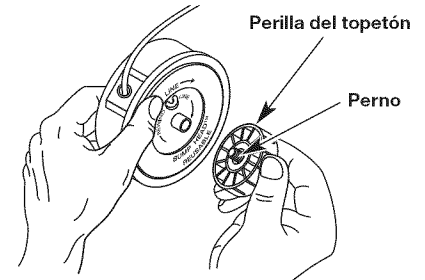

Fig. 14
1. Sostenga la bobina exterior con una mano y desenrosque la perilla del topetón en sentido antihorario (Fig. 14). Inspeccione el perno de adentro de la perilla percuisva para verificar que se mueva con libertad. Cambie la perilla percuisva si está dañada.
- Sostenga la bobina exterior con una mano y desenrosque la perilla percusiva en sentido antihorario (Fig. 14). Inspeccione el perno dentro del botón de tope para verificar que se mueva con libertad. Cambie el botón de tope si está dañado.